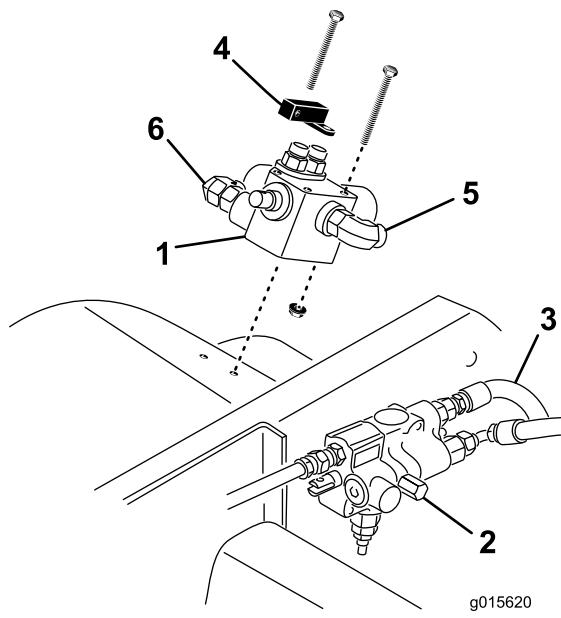

Figura 4
4. Monte a válvula de controlo e a alavanca de inclinação no guarda-lamas direito com os 3 parafusos (1/4 x 2-3/4 pol.) e porcas flangeadas de 1/4 pol. como se mostra na Figura 4.
5. Coloque um recipiente de escoamento debaixo da válvula de elevação (Figura 4).
6. Desligue o tubo de direção (Figura 4) da porta traseira superior da válvula de elevação.
7. Ligue o tubo de direção (da porta “P” da válvula de elevação) ao encaixe de 90 graus no lado do operador da válvula de controlo (Figura 4).
8. Ligue o tubo hidráulico com um encaixe reto e o encaixe de 45 graus à porta “P” da válvula de elevação e ao encaixe de 90 graus no lado exterior da válvula de controlo (Figura 4).